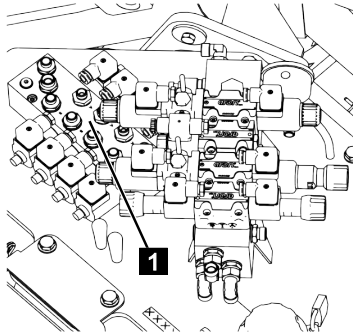

Fig. 141
7. Actionner la vanne souhaitée du bloc de commande des appuis (Fig.141/1).